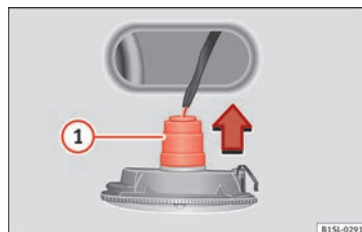

Fig. 93 Indicatore di direzione laterale: sostituzione delle lampadine.
2. Estrarre l'indicatore di direzione laterale dalla carrozzeria facendo leva ②.
3. Tirandola nella direzione indicata dalla freccia » **fig. 93** ①, sfilare il portalampada con la lampadina.